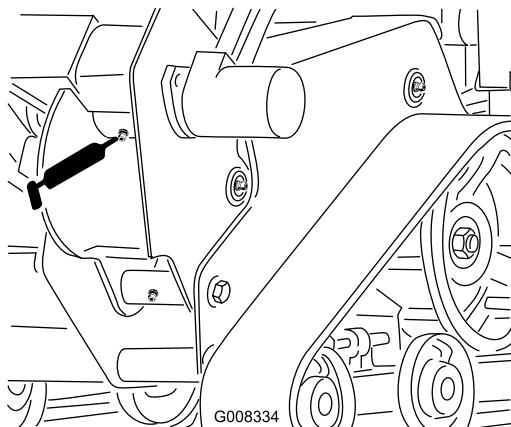

Figura 31
2. Limpie el engrasador del alojamiento de la zanjadora con un trapo y conecte una pistola de engrasar (Figura 31).